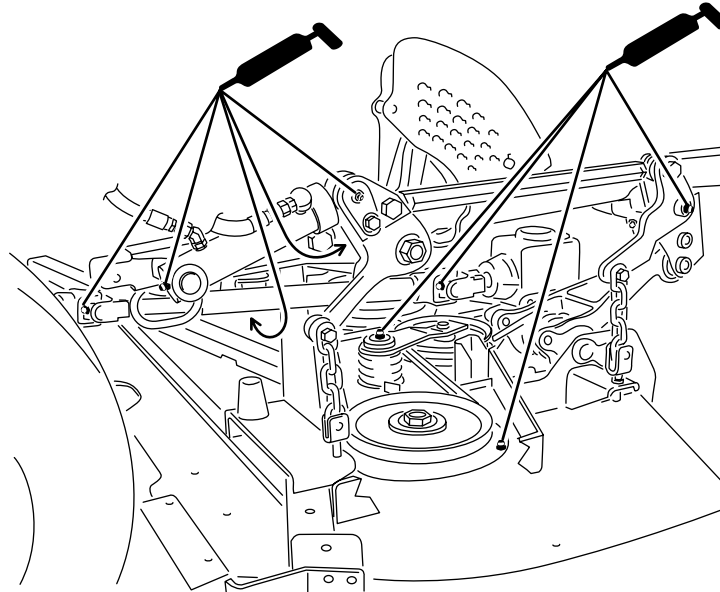

Figura 29
1. Pulite i raccordi d'ingrassaggio, in modo che corpi estranei non possano essere forzati nel cuscinetto o nella boccola (Figura 29).